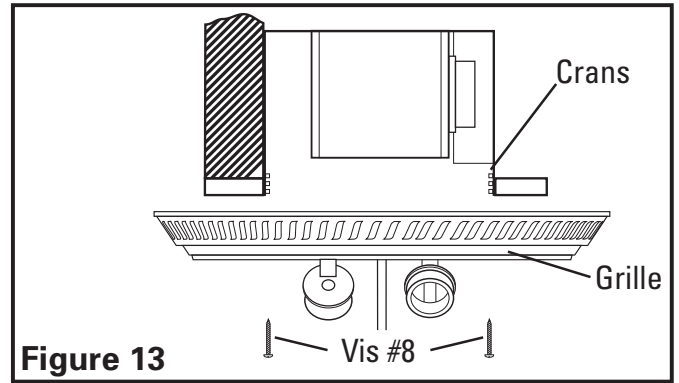

Figure 13
5. Aligner les fentes dans la grille avec les crans à l'intérieur du châssis. Insérer les vis # 8 incluses au travers des fentes de la grille dans les crans du châssis. Serrer les deux vis jusqu'à ce que la grille s'ajuste fermement au plafond. **NE PAS SERRER A OUTRANCE** (**Figure 13**).